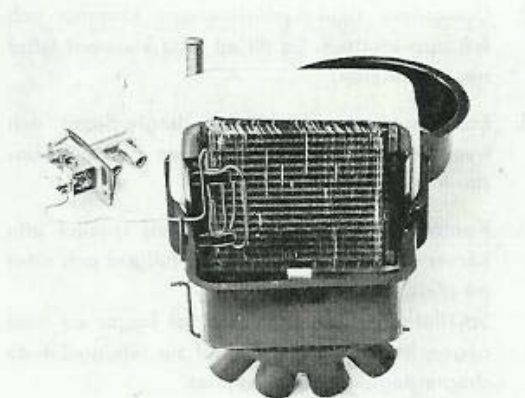

Bild 66. Placering av termostats känslkropp
2. Placera in termostats känslkropp, se bild 66.